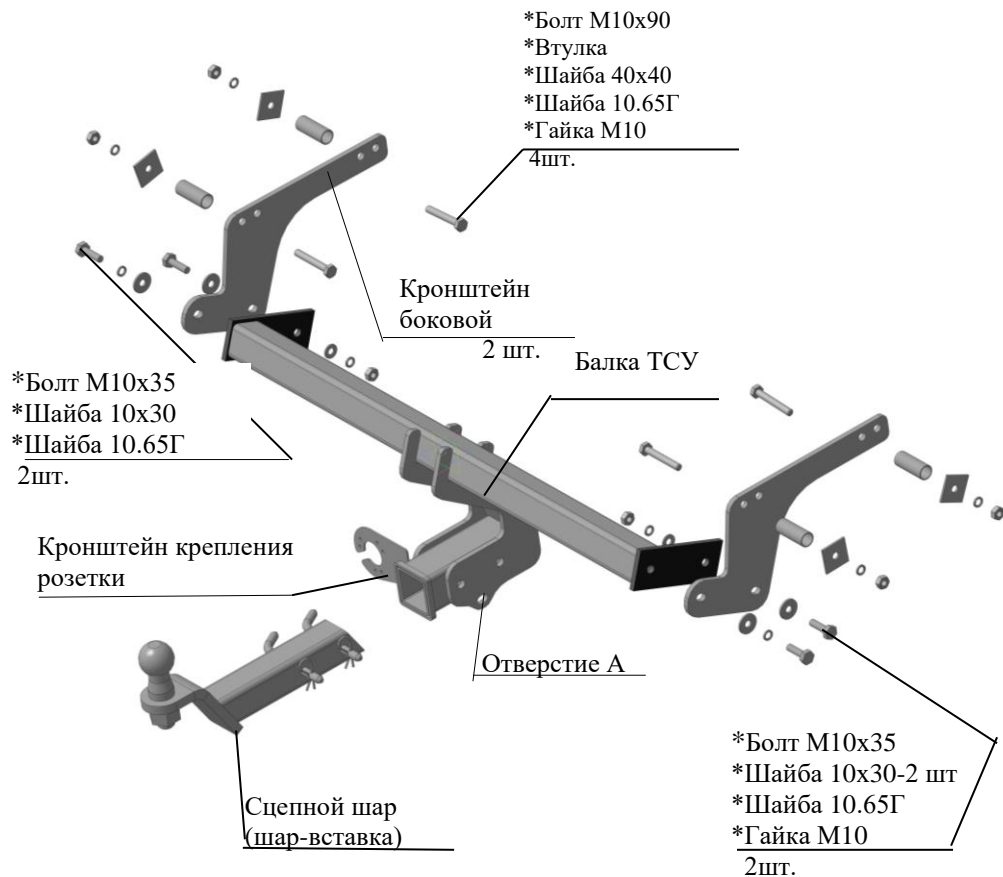

Рис.1 Тягово-сцепное устройство ТСУ 9042
2.1 ТСУ 9042 в сборе (рис.1)	1 шт.
2.2 Пакет с комплектующими (см. рис.1)	1 шт.